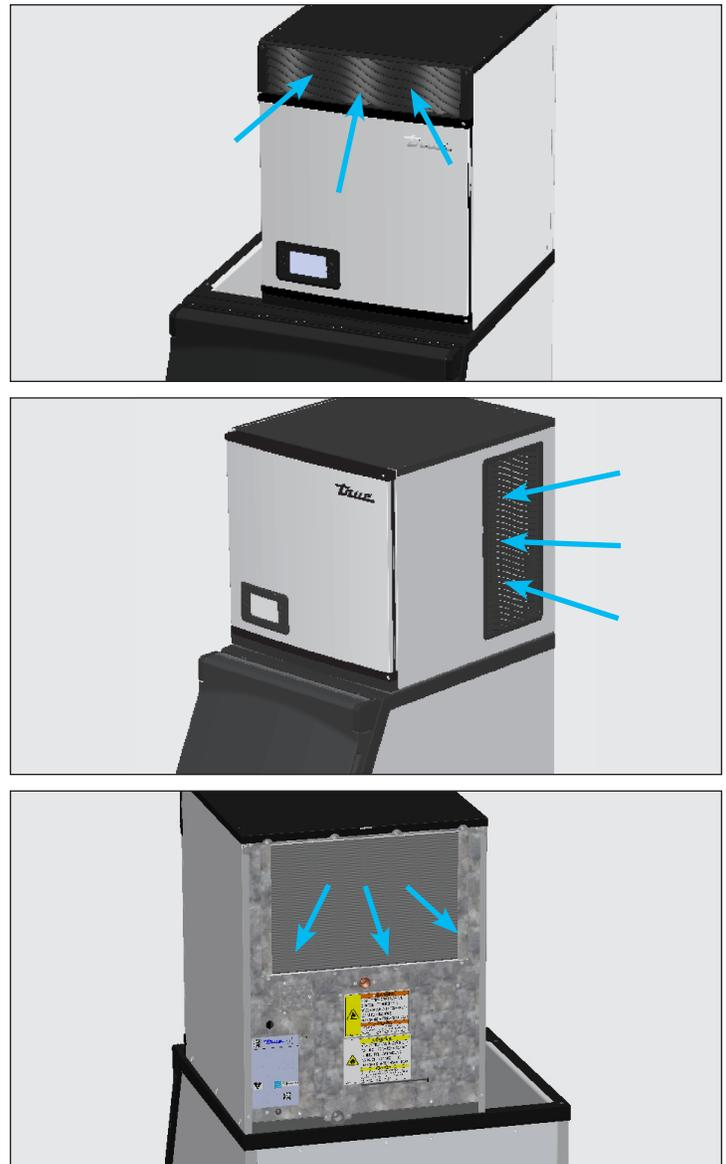

Figure 1. L'air circule vers l'avant et les côtés, et sort par l'arrière.
- Cette machine à glaçons aspire l'air par l'avant et les côtés et le fait échapper par l'arrière. Voir Fig. 1. La machine à glaçons inverse aussi régulièrement le moteur du ventilateur pour éliminer la poussière et la saleté de la batterie du condenseur.